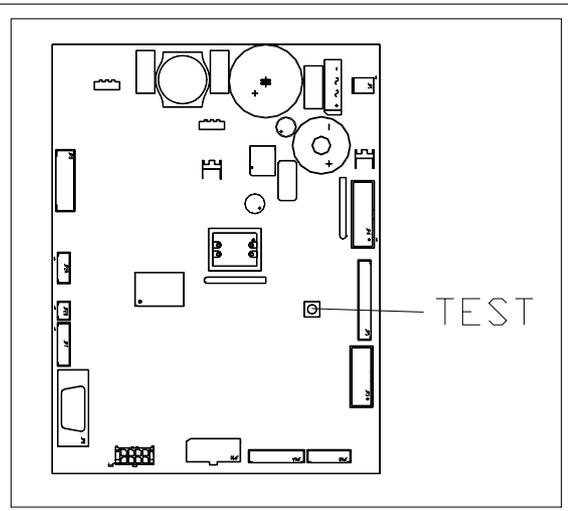

FIG. 7
- Premere il pulsante TEST fig.7 sulla scheda di controllo principale situato nello scomparto del box gettoniera. Sul display comparirà il messaggio **"Selezionare il piatto da ricaricare"**.
- Dopo aver introdotto il prodotto nuovo, premere il pulsante **OK** (pulsante Shopper) per registrare la presenza del prodotto nello scomparto e impostarne la data di scadenza al termine della quale la vendita del prodotto sarà inibita. Se non è stato inserito alcun prodotto, premere il corrispondente tasto di selezione per passare allo scomparto successivo. La procedura continuerà, finché tutti gli scomparti saranno stati registrati oppure un altro piatto viene scelto per la ricarica. Il distributore passerà automaticamente dal modo ricarica al modo normale dopo aver analizzato tutti i piatti. Per abbandonare in qualsiasi momento il modo di ricarica premere il pulsante TEST fig.7.
- Quando si ricarica una selezione **Fifo**, ogni scomparto **deve** essere ricaricato in ordine di successione senza lasciare dei vuoti. Se non si hanno prodotti sufficienti per riempire una selezione Fifo: premere il pulsante **OK** dopo aver caricato l'ultimo prodotto e quindi abbandonare la ricarica (pulsante TEST fig.7) oppure selezionare il piatto successivo da ricaricare.
- 2) Premere il pulsante TEST fig.7 sul pannello di controllo principale dello scomparto del box gettoniera. Sul display comparirà il messaggio "**Selezionare il piatto da ricaricare**".
- 5) Premere il pulsante TEST fig.7 per uscire dalla VENDITA LIBERA